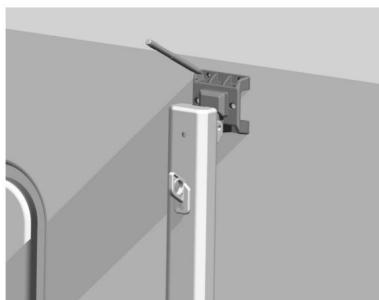
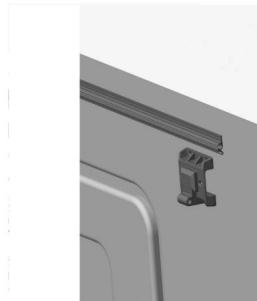

Figure C6
Figure C7
3.2 Prenez le bras de support, utilisez-le pour marquer la position du trou à un endroit approprié à l'extérieur du véhicule (Figure C6) et percez un trou d'installation de $\Phi 5$ sur la carrosserie du véhicule (Figure C7).